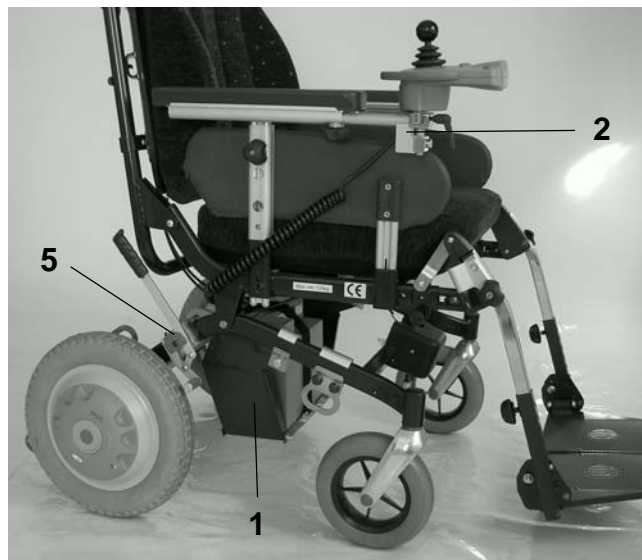

bild 1
4. Se till att kabeln (23) ligger på rätt sida av hållaren, se bild 10 och 11, och att den inte hamnar i kläm. Se även bild 1.